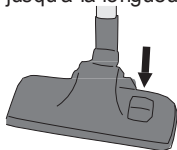

Figure 4
4. Pour adapter la position de l'embout d'aspiration à la surface dure ou molle, faites jouer du bout du pied l'interrupteur de position de l'embout; voir la figure 4. Sur une surface dure, vous enfoncez l'interrupteur, de sorte que la brosse dépasse de l'embout d'aspiration. Sur une surface molle, relevez l'interrupteur.